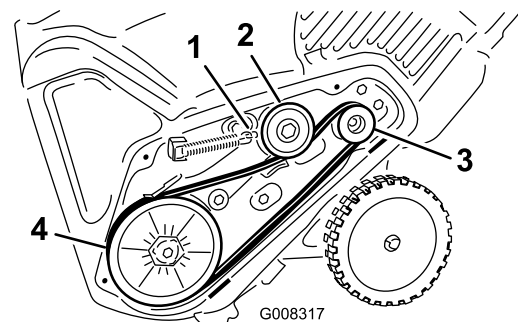

Figure 28
5. Montez et acheminez la nouvelle courroie comme indiqué à la Figure 28.
8. Raccrochez le ressort de frein au bras de la poulie de tension (Figure 28).